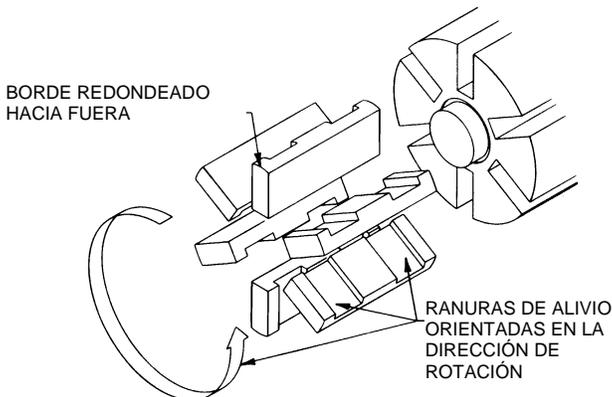

Figura 4 – Reemplazo de las paletas
4. Instale una nueva paleta, asegurándose de que el borde redondeado quede HACIA ARRIBA, y que las ranuras de alivio queden orientadas hacia la dirección de rotación. Consulte la figura 4.
6. Retire las paletas (14) y las varillas de empuje (77) del conjunto de rotor y eje. Inspeccione en busca de desgaste y daños, y reemplace según se indica a continuación:
- a. Inserte las paletas en las tres ranuras inferiores del rotor, con las ranuras de alivio orientadas hacia la dirección de rotación de la bomba y con los bordes redondeados hacia fuera. Consulte la figura 4.